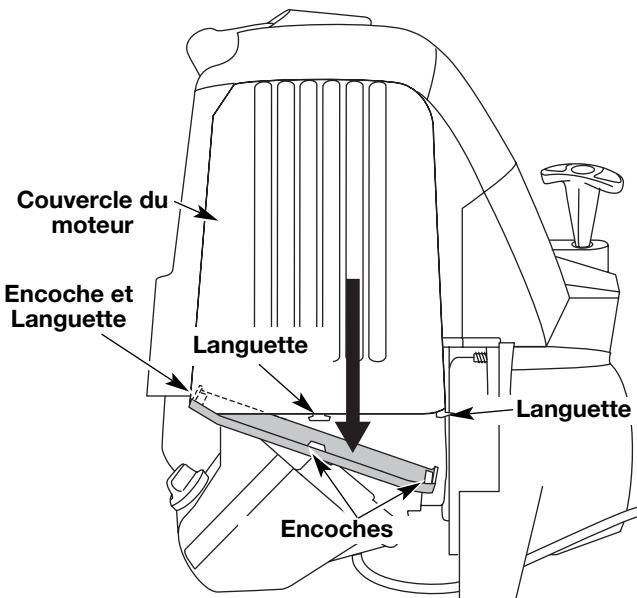

Fig. 34
1. Retirez le couvercle du silencieux en appuyant sur le coin à l'aide d'un tournevis à lame plate (Fig. 34). Glissez les encoches sur les côtés du couvercle par-dessus les languettes du couvercle du moteur et retirez le couvercle.
- 13. Replacez le couvercle du silencieux. Glissez avec un décliqueur les encoches sur les côtés du couvercle par-dessus les languettes du couvercle du moteur (Fig. 34).